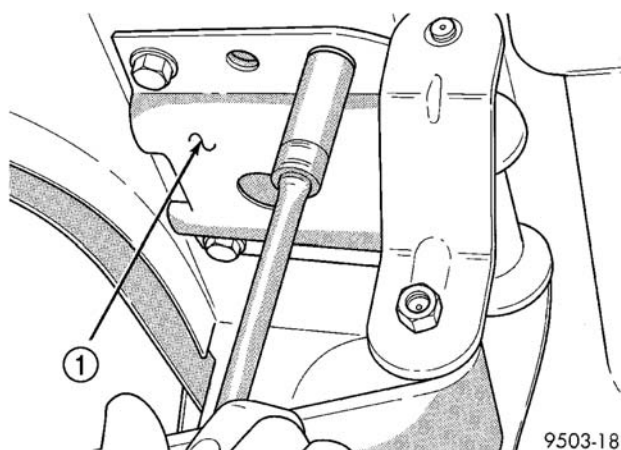

图 40 后簧支座
(2) 在拆除板簧支座的后桥一侧下方放置支承架。用支承架支撑后桥与板簧的重量。
(3) 卸下减振器下固定螺栓。
(4) 卸下连接板簧后支座与车身的螺栓（图 40）。